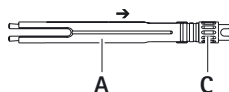

Fig. 2
- Puxar a bucha externa **A** para trás o mais possível, no sentido do parafuso de aperto **C**, ver Fig. 2.